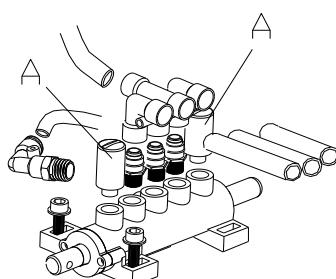

Fig. 13
- Desserrez le silencieux de la valve (A) sur la pédale d'ouverture/fermeture des mâchoires et de la pelle du décolle-talon (fig. 13).